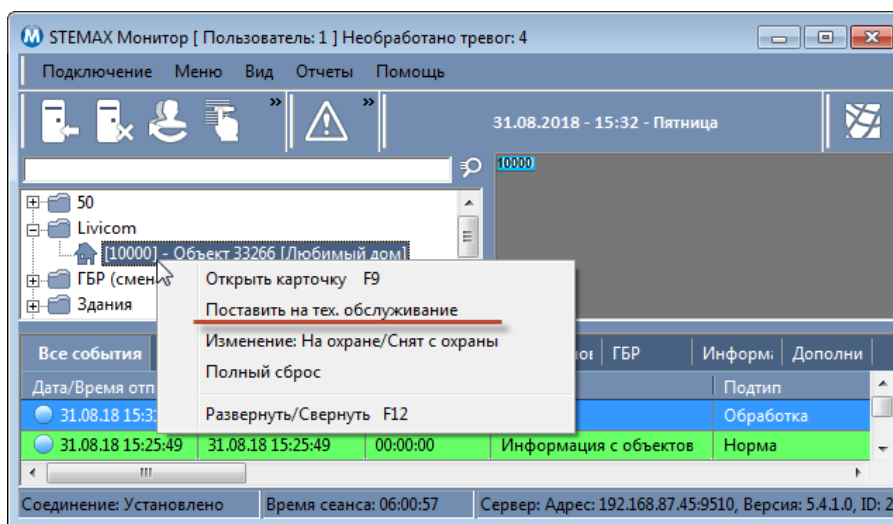

Рисунок 6.1 – Постановка на техобслуживание
2. Нажмите правую кнопку мыши и в контекстном меню выберите пункт *Поставить на тех.обслуживание* (см. рисунок 6.1).